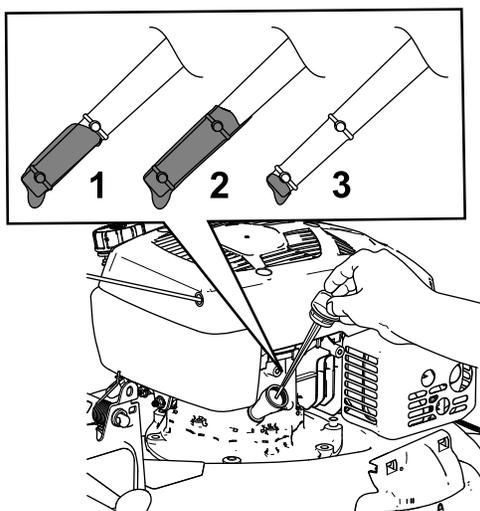

Figure 9
2. Retirez la jauge (Figure 9).
7. Vérifiez le niveau d'huile indiqué par la jauge (Figure 9).